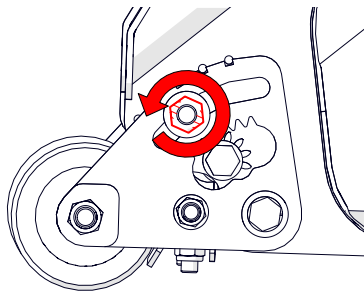

Fig. 12E - Allentare il dado del morsetto superiore del quadrante del rullo.
6. Allentare il dado del morsetto superiore del quadrante del rullo [chiave da 19 mm] (Fig. 12E). Ripetere sul quadrante del lato opposto.